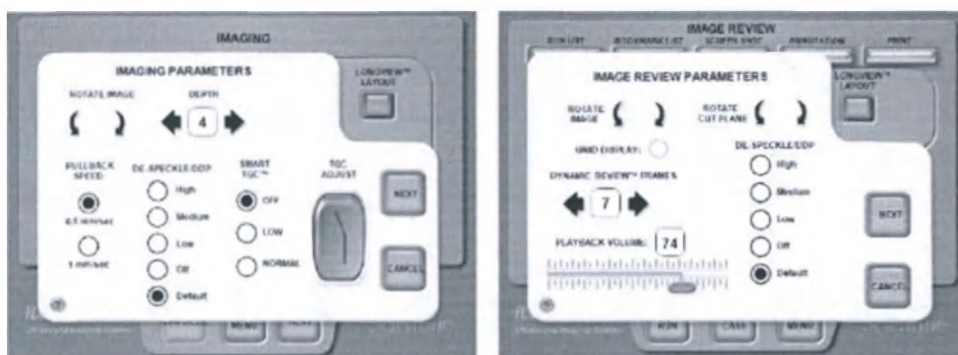

Рисунок 2-52. Использование ROTATE IMAGE/ВРАЩЕНИЕ ИЗОБРАЖЕНИЯ в диалоговом окне PARAMETERS/ПАРАМЕТРЫ
- С помощью диалогового окна IMAGE PARAMETERS/ПАРАМЕТРЫ ВИЗУАЛИЗАЦИИ, вызываемого при помощи кнопки PARAMETERS/ПАРАМЕТРЫ в окне IMAGE/ВИЗУАЛИЗАЦИЯ. См. рисунок 2-52.
- 1 В окне IMAGING/ВИЗУАЛИЗАЦИЯ или IMAGE REVIEW/ПРОСМОТР ИЗОБРАЖЕНИЯ нажмите кнопку PARAMETERS/ПАРАМЕТРЫ для открытия диалогового окна IMAGING PARAMETERS/ПАРАМЕТРЫ ВИЗУАЛИЗАЦИИ или IMAGE REVIEW PARAMETERS/ПАРАМЕТРЫ ПРОСМОТРА/ИЗОБРАЖЕНИЯ (см. рисунок 2-52).